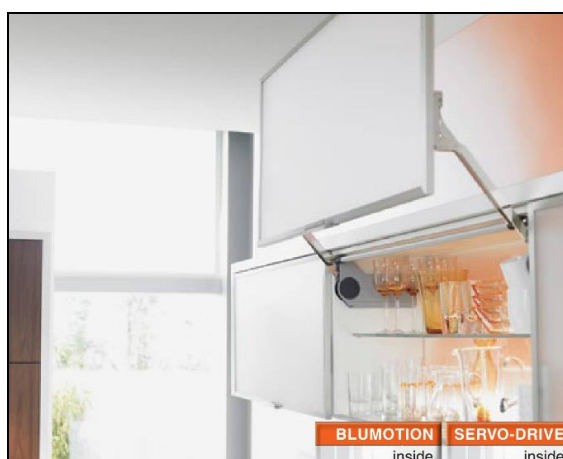

Рис. 40
- Вертикальный подъемник AVENTOS HL (Рис.40). Обучающий материал по установке и регулировки находится в разделе «Монтаж и регулировка» пройдя по ссылке: <http://www.blum.com/ru/ru/01/10/30/>